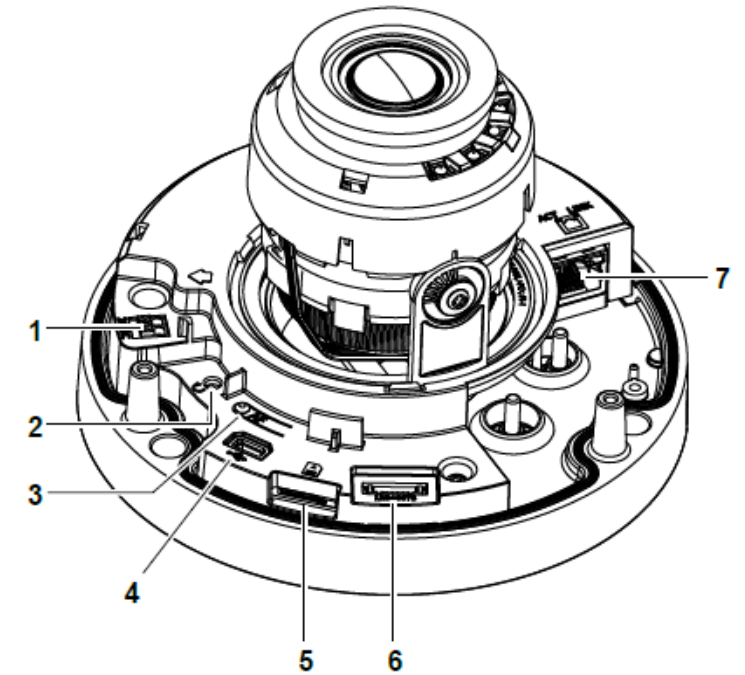
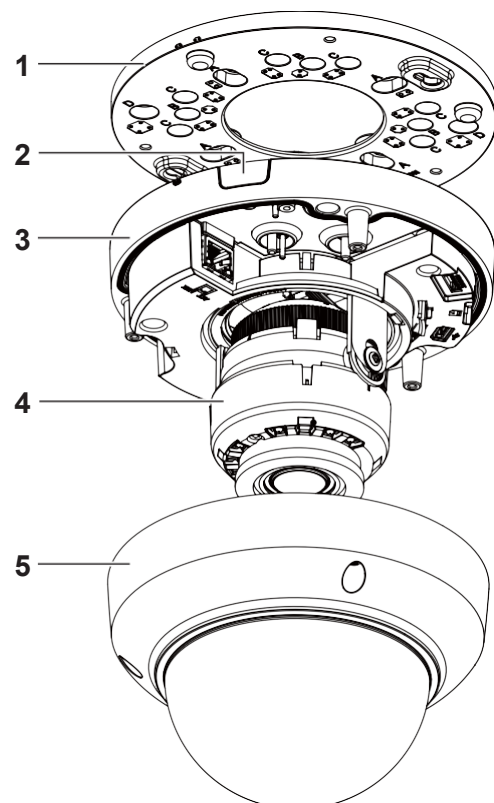

Figure 2
Figure 1
4. Retirer les trois vis présentes sur le dôme de la caméra (5) (Figure 1) pour retirer le dôme de la base de la caméra (3) (Figure 1).
### Boutons et connexions de la caméra : Figure 2
### Composants de la caméra : Figure 1
7. Avant de verrouiller la plaque de montage (1) (Figure 2) à la base de la caméra, faire passer le câble à travers la fente d'entrée latérale de câble située sur la base de la caméra (2) (Figure 1) ou à travers le trou passe-câble situé sur la plaque de montage de la caméra.